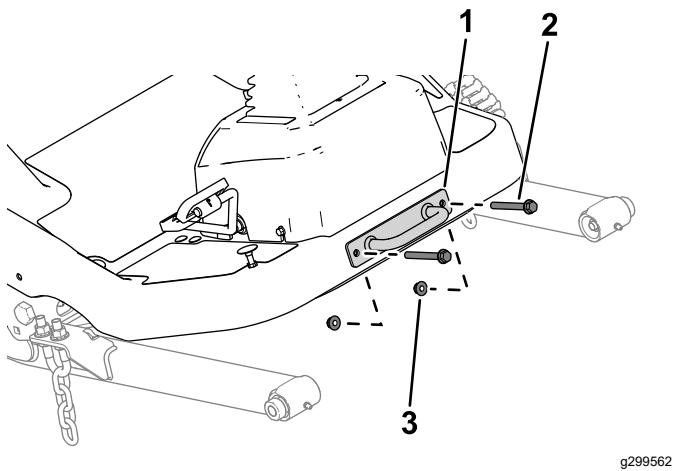

Figura 17
- Remova o suporte da abraçadeira da plataforma (Figura 17).